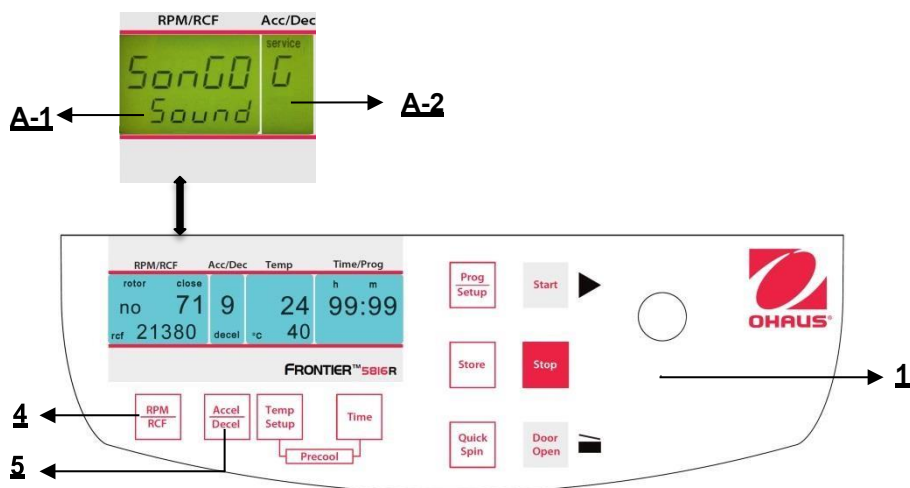

Abbildung. 37
Fahren Sie fort wie unter Punkt 4.1.1 beschrieben, um in den Programmmodus einzutreten und drücken Sie dann die Taste **"Accel/Decel"** (5). Auf der Anzeige blinkt **"Acc/Dec"** (A-2) das Wort **"Service"**. Wählen Sie nun den Buchstaben **"G"** mit Hilfe des Anpassungsknopfes (1). Als Ergebnis erscheinen auf der Anzeige **"RPM | RCF"** (A-1) die Worte **"SonGo/Sound"**. Nach dem Drücken der Taste **"RPM | RCF"** (4) können Sie mit Hilfe des Anpassungsknopfes (1) ein Lied auswählen. (Siehe Abbildung 37).